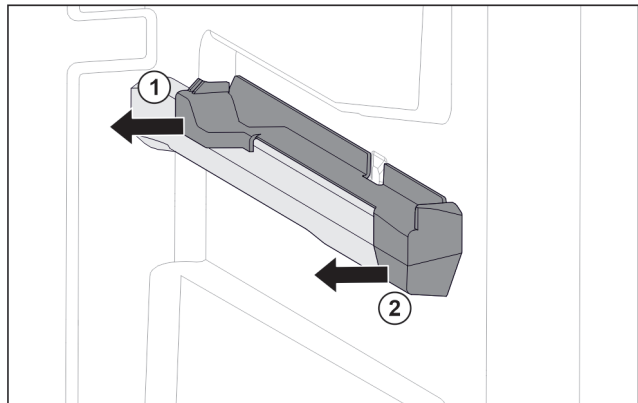

Fig. 56 Insteekelement op rechter containerrib
- ▶ Insteekelement achter naar de zijkant toe eraf trekken. Fig. 56 (1)
- ▶ Insteekelement voor naar de zijkant toe eraf trekken. Fig. 56 (2)